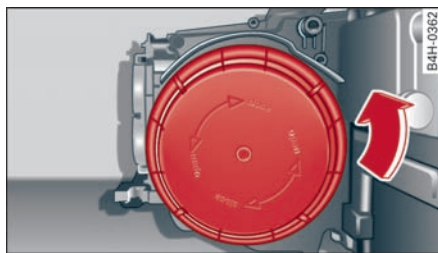

图 269 主大灯：取下封盖
⇒ 图 269。
- ▶ 要再次安装封盖时，请将其顺时针方向旋转牢固 ⇨ 图 269。
- ▶ 要取下封盖时，请将其逆时针方向旋转 ⇨ 图 269。